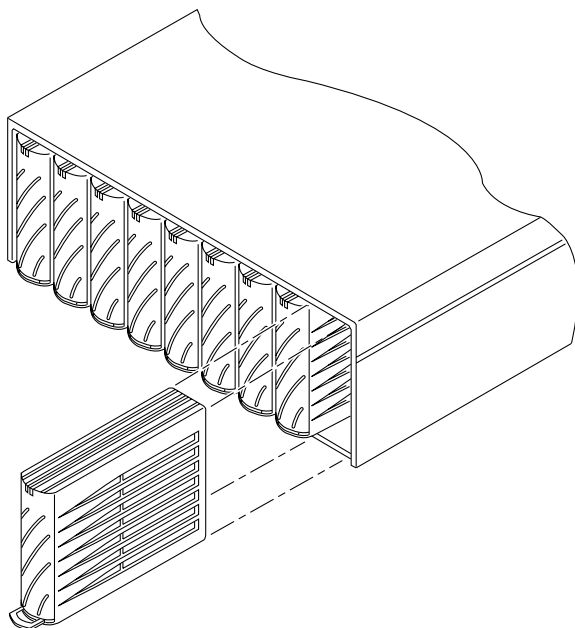

FIGURE 14-4 Retrait d'une unité de disque
6. Retirez l'unité de disque de la baie de disques (FIGURE 14-4).